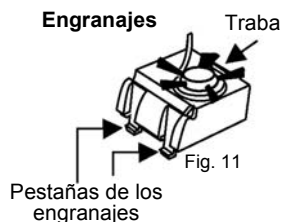
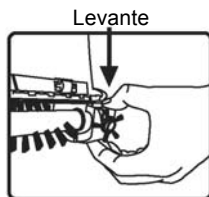

Fig. 11
Fig. 12
4. Presione en la traba de los engranajes y levántelos para removerlos. (Fig. 11 y Fig. 12).
2. Presione en la traba de los engranajes y levántelos para removerlos. (Fig. 11 y Fig. 12).